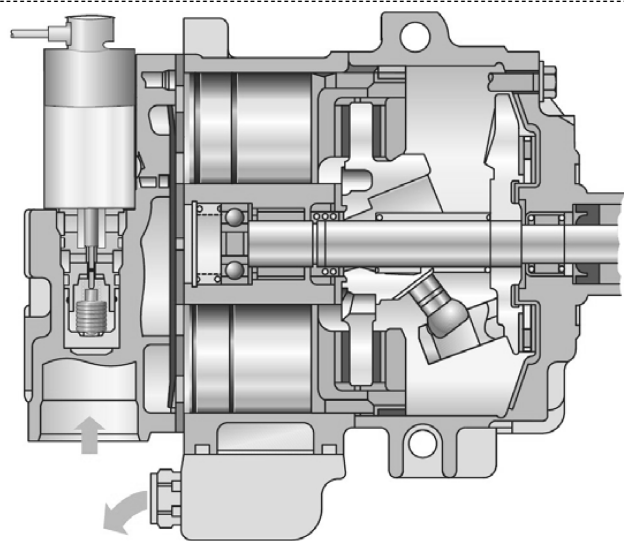

图 6-5 压缩机零负荷工况
(1) 压缩机零负荷 如图6-5所示,关闭空调或所需的制冷量较低时,调节阀的阀门开启,曲轴箱和高压腔之间的通道被打开,高压腔和压缩机曲轴箱相通,高压腔压力和曲轴箱压力达到平衡,斜盘的倾斜角度减小直至低于2%的排量。当系统的吸气压力特别低时,压力元件被释放,使挺杆的调节行程受到限制,这就意味着高压腔和曲轴箱不再能完全被隔断,从而使压缩机的排量变小。